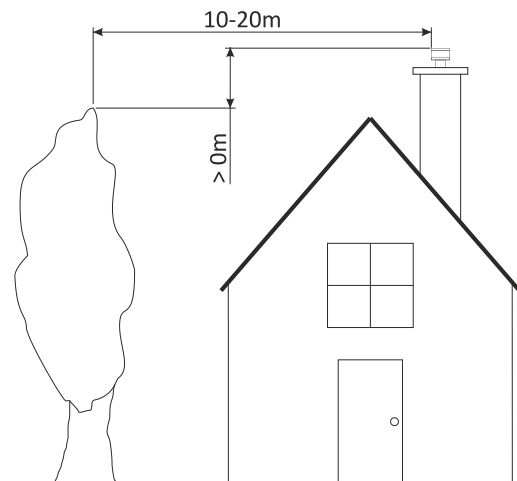

Figura 8
- La parte superior de la chimenea debe sobrepasar como mínimo un metro por encima de la parte más alta (cumbre) del tejado. Esta exigencia es eludible en el caso de tejado con pendiente superior a 20°, si la terminación de la chimenea se encuentra a una distancia horizontal al tejado superior a 2,5 metros, como en la *figura 8*.